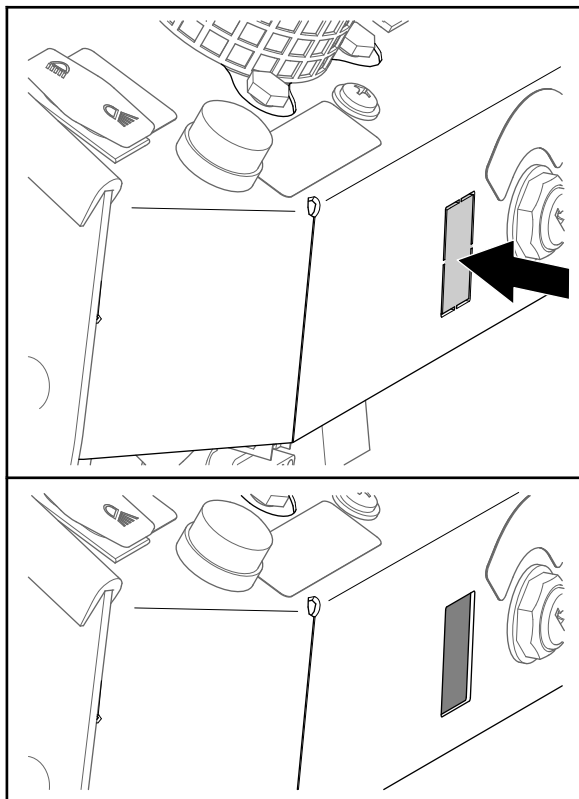

Figura 32
1. Retire el tapón rectangular del salpicadero, según se muestra en Figura 32.